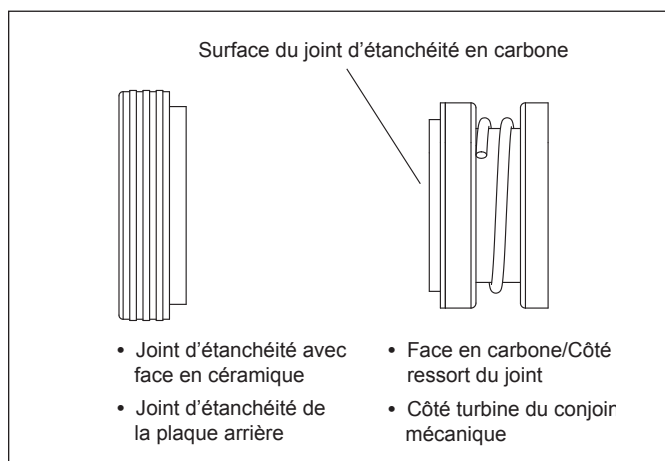

Figure 15. Joint d'étanchéité mécanique
1. Appuyer sur la moitié du joint côté carbone (voir la Figure 15) sur l'arbre du moteur dans un mouvement de rotation. S'assurer que la surface de carbone est exposée face à l'anneau en céramique dans la plaque arrière.
2. Retirer la moitié du joint face en carbone de l'arbre du moteur (voir la Figure 15). Il s'agit d'un joint à ressort. Saisir la partie du joint le plus près du corps de la turbine et tirer sur le joint, dans un mouvement de torsion.